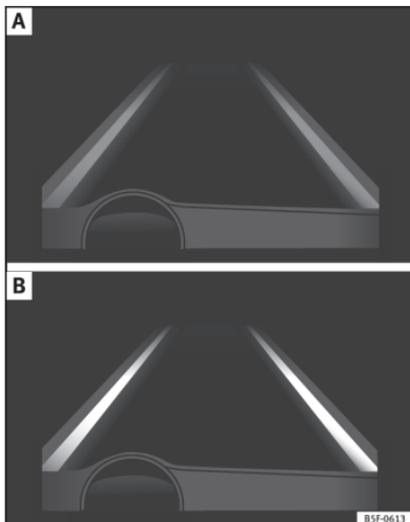

Abb. 182 Im Display des Kombiinstrumentes: Anzeige im Display des Spurhalteassistenten (Beispiel 1).
- System aktiv, aber nicht verfügbar, da die Mindestgeschwindigkeit nicht erreicht ist oder das System die Begrenzungslinien der Fahrspur nicht erkennt » **Abb. 182 A**.
genblick wird die Fahrtrichtung nicht korrigiert » **Abb. 182 B**.